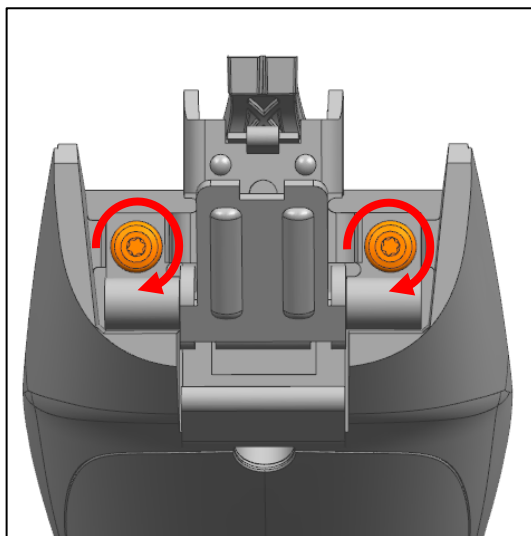

Abb. 44
- Schrauben Sie das Halteblech mit zwei Schrauben mit 1Nm fest (Abb. 44). Verwenden Sie hierzu einen Torx 10 Drehmomentschlüssel.